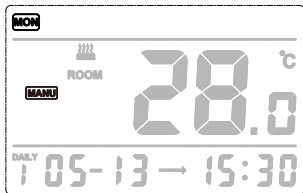

图2
6. 时间段 (DAILY)闪烁 (图2)
7. 按“▲”“▼”键选择1-6个时间段, 根据需要设定(图2)